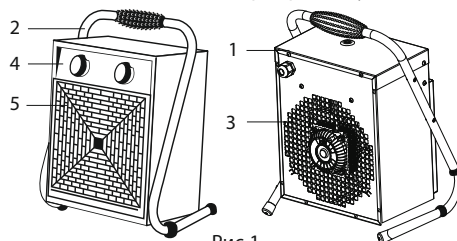
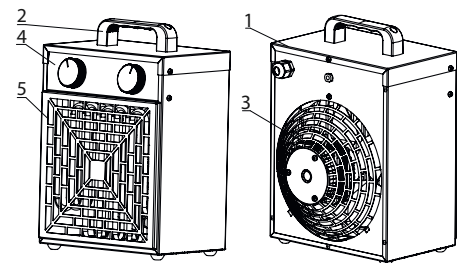

Рис.1
Рис.2
Несущая конструкция тепловентилятора (см. рис. 1 и рис. 2) состоит из корпуса (1), ручки (2) (для моделей KVF-E2-12, KVF-E3-12, KVF-E5-12, KVF-E9-32) или ручки-подставки (2) (для моделей KVF-E15-32, KVF-E24-32, KVF-E30-32, KVF-E36-32). Вентилятор (3) расположен в задней части тепловентилятора. Блок управления расположен в верхней части корпуса под крышкой. Органы управления вынесены на переднюю панель (4). Внутри корпуса расположены трубчатые электронагревательные элементы, закрытые с лицевой стороны тепловентилятора решеткой (5). Воздушный поток, втянутый вентилятором в корпус, проходя между трубчатыми электронагревательными элементами, нагревается и подается в помещении через решетку.